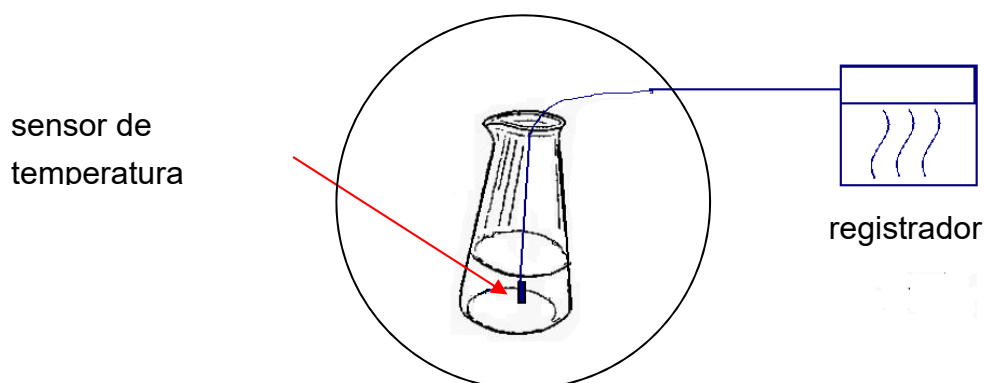

Figura 8
13. Un sensor adicional de temperatura y un registrador son necesarios para el programa de esterilización según se muestra en la Figura 8.